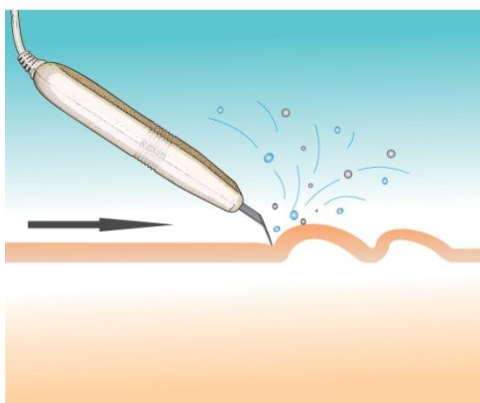

Figura 2. Transductor espátula para **peeling ultrasónico** en la posición para exfoliación, deslizamiento de la punta de la espátula inclinada en un ángulo de 45°.
- a) Espátula ultrasónica (posición de la espátula, ver figura 2).